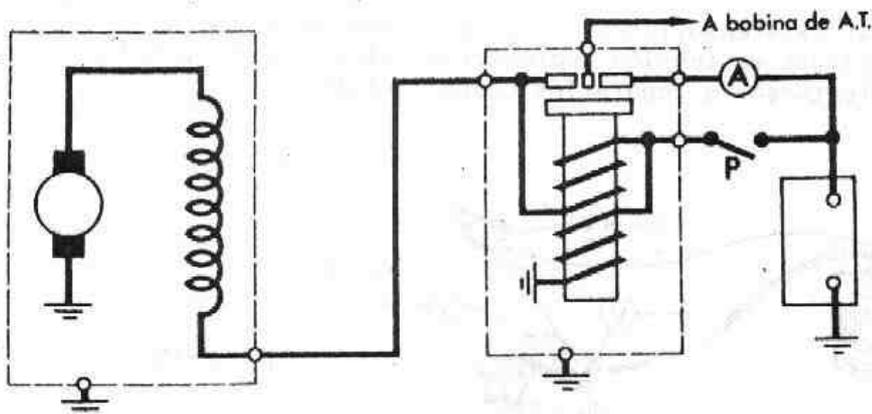

Fig. N-21
- 1.2.3. Conectar el motor al banco según se indica en la Fig. N-21 y realizar las siguientes pruebas:
Accionar el pulsador de arranque "P" (Fig. N-21) y comprobar que la velocidad y el consumo del motor son los indicados en la Ficha Técnica.